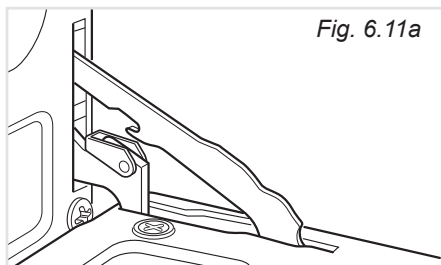

Fig. 6.11a
- Aprire completamente la porta del forno (fig. 6.11a).
- Sbloccare le cerniere della porta forno sganciando l'anello di ritegno dalle baionette superiori (fig. 6.11a).